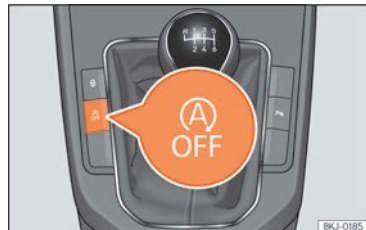

Abb. 212 Mittelkonsole: Taste des Start-Stopp-Systems.
- Um das Start-Stopp-System manuell aus-/einzuschalten, drücken Sie die Taste  »» **Abb. 212**.